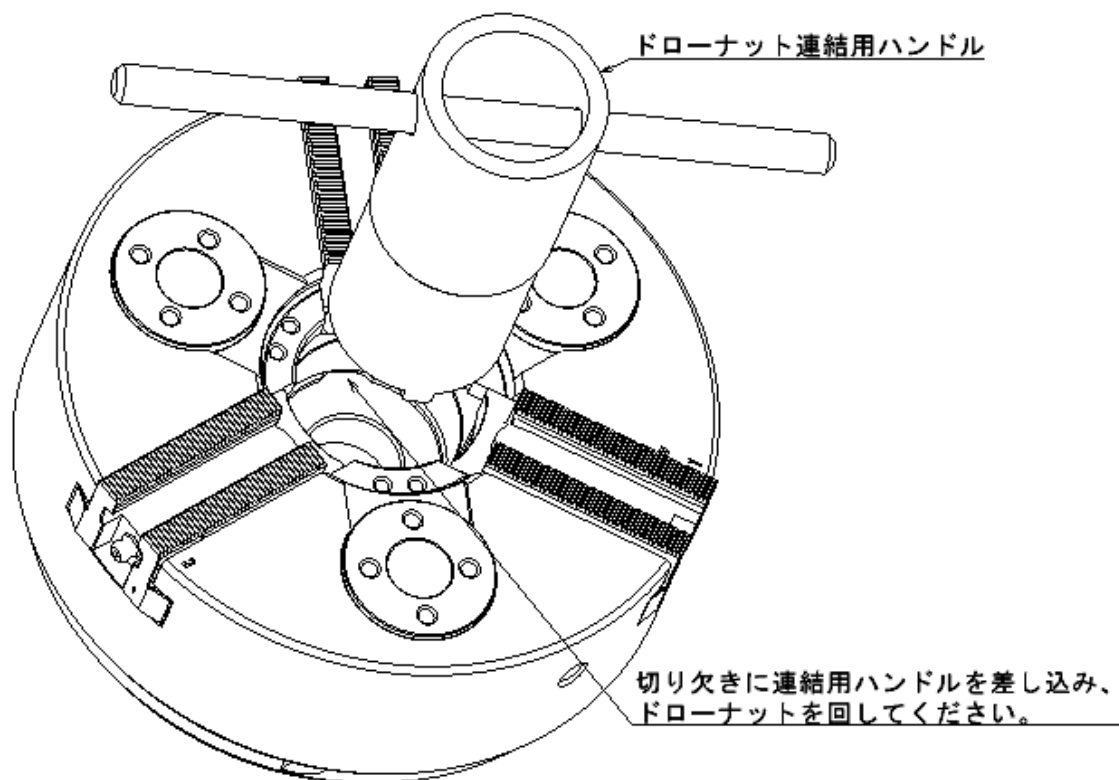

図 31
- ③ シリンダをスピンドルに取り付けてください。
- ④ シリンダの振れを確認し、異常が無いなら油圧ホースとドレンホースを取り付けてください。
- ⑤ 機械の電源を入れ、シリンダを 0.5MPa で 2～3 回作動させてください。異常が無いならピストンを前進端にして機械の主電源を切ってください。
- ⑥ チャックのソフトジョーとカバーを取り外してください。
- ⑦ 図 31 のように、ドローナット連結用パイプをチャックの中心穴に挿入し、ドローナットを回しながらドローパイプに連結してください。スムーズにねじ込めない場合は無理にねじ込まず、ねじの傾き等を確認してください。
- ⑧ ドローナットを回し、チャックがバックプレート取付面に完全に密着する状態にしてください。
- ⑨ チャック取付ボルトを均等に、規定トルクで締め付けてください。(「2.安全に係わる重要警告事項」参照)